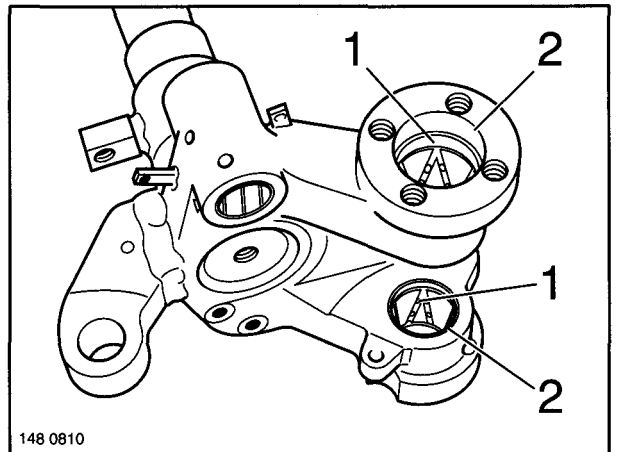

Fig. 10
- (5) Press new bushes for the kingpin in with a suitable mandrel carefully and without tilting them until they make full contact with the inner mating surfaces (Fig. 10/2) of the kingpin.
The inner open lubrication passages (Fig. 10/1) must face towards the middle of the axle.
- (5) Emmancher des douilles neuves à l'aide du mandrin approprié avec précaution sans les retourner jusqu'à ce que la face d'appui intérieure (figure 10/2) soit au contact de la fusée.
Les canaux de graissage ouverts à l'intérieur (figure 10/1) doivent être dirigés vers le centre.
- (5) Neue Buchsen für den Lenkbolzen mit einem passenden Dorn vorsichtig und ohne zu kanten so weit eindrücken, bis sie mit den inneren Anlageflächen (Fig. 10/2) des Lenkschenkels bündig stehen.
Die innen offenen Schmierkanäle (Fig. 10/1) müssen zur Achsmitte liegen.